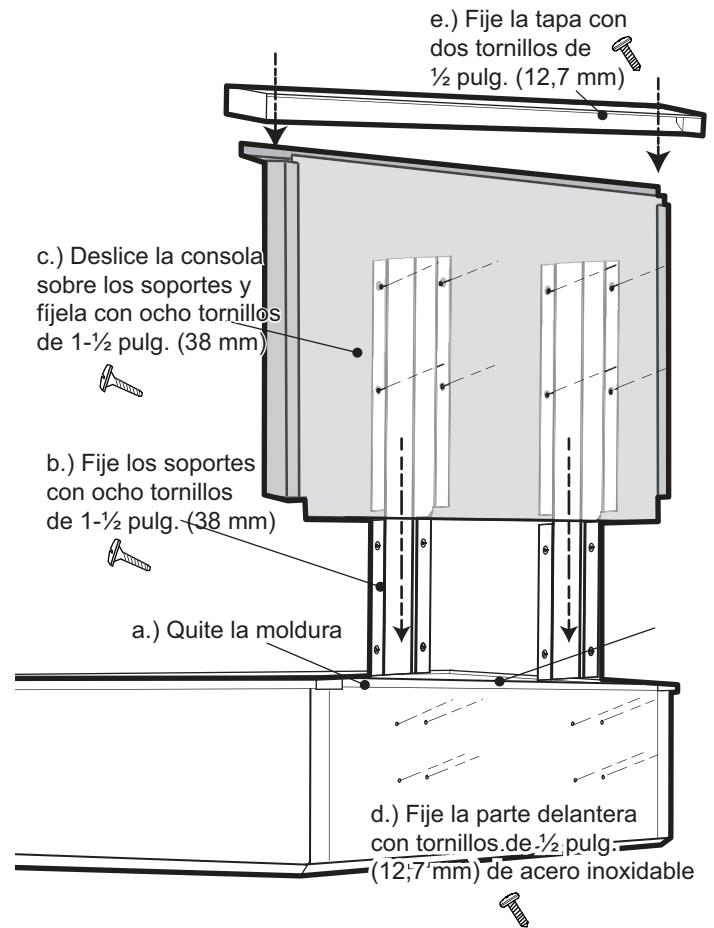

Figura 12: La consola trasera baja
- Según el modelo, quite los tres o cuatro tornillos de acero inoxidable proporcionados con la moldura para isla. Quite los dos tornillos que sujetan la pieza al panel trasero. Levante la moldura para isla para quitarla (A, Figura 12).
- Deslice los soportes entre los dos paneles traseros de los armazones de las estufas. Fije cada soporte con cuatro tornillos de 1½ pulg. (38 mm) (B, Figura 12).
- Deslice la consola trasera sobre los dos soportes de la parte trasera de la estufa. Fíjela con ocho tornillos de 1½ pulg. (38 mm) (C, Figura 12).
- Fije la parte delantera de la consola trasera a la estufa con tres o cuatro tornillos de ½ pulg. (12,7 mm) (D, Figura 12).
- Coloque la tapa de la consola trasera en la parte superior y fíjela con dos tornillos de ½ pulg. (12,7 mm) (E, Figura 12).